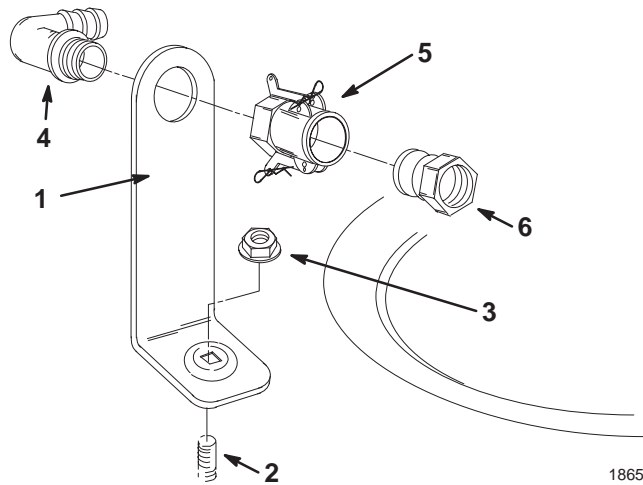

Figure 2
1. Retirez le capuchon en caoutchouc du goujon sur la sangle de la cuve (Fig. 2).
2. Placez le support de prise de remplissage sur le goujon et fixez-le à l'aide d'un écrou à collerette (5/16 pouce) (Fig. 2).
3. Passez l'extrémité fileté du raccord coudé dans le trou du support et vissez-y le raccord rapide pour le fixer au support (Fig. 2).
4. Raccordez l'adaptateur de flexible au raccord rapide (Fig. 2).